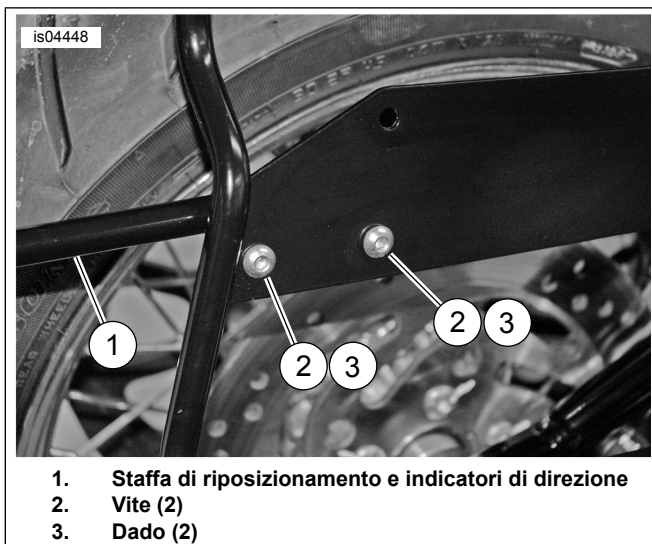

Figura 10. Installazione dell'indicatore di direzione e della staffa di riposizionamento
2. Vite (2)
3. Dado (2)
6. Vedere Figura 10. Montare l'indicatore di direzione e la staffa di riposizionamento (1) sull'ancoraggio di sostegno della borsa portapacchi utilizzando due viti (2) e due dadi (3).